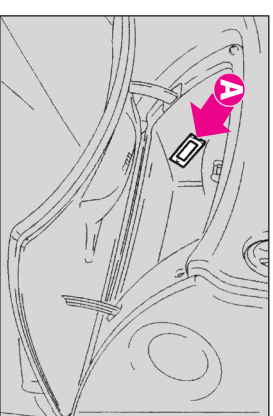

fig.60
- Scoateți unitatea de iluminare cu ajutorul unei șurubelnițe (A-fig. 60).